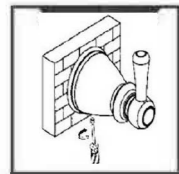

ILUSTRACIÓN 5
- Instale la terminal sobre el soporte de montaje y asegúrela con un tornillo de ajuste. (ILUSTRACIÓN 5)